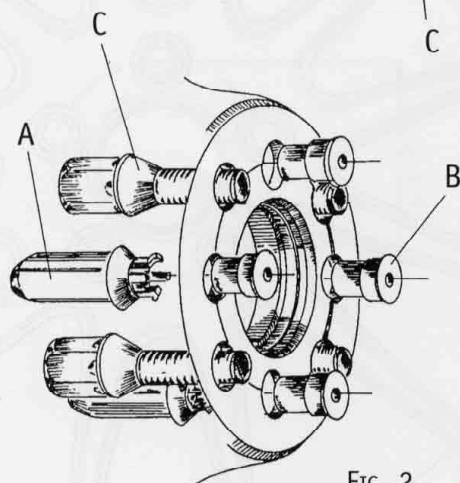

FIG. 2
Rimuovere la ruota e bloccare i finti trascinatori mediante inserimento dal retro a pressione dei tappi di bloccaggio (B) (Fig. 2).